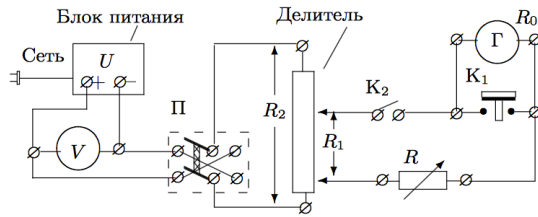

Рис. 1. Схема установки для работы гальванометра в стационарном режиме
**Экспериментальная установка.** Схема для исследования гальванометра в стационарном (или динамическом) режиме представлена на рис.1. Постоянное напряжение  $U \simeq 1,5$  В снимается с блока питания и измеряется вольтметром  $V$ . Ключ  $\Pi$  позволяет менять направление тока через гальванометр  $\Gamma$ , делитель напряжения — менять величину тока в широких пределах. Ключ  $\Pi$  служит для включения гальванометра, кнопка  $K_1$  — для его успокоения. Магазин сопротивлений  $R$  позволяет менять режим работы гальванометра от колебательного до апериодического.
Измерение критического сопротивления гальванометра можно выполнить с помощью той же цепи (рис.1).
1. Соберите электрическую цепь по рис.1 и подготовьте приборы к работе.